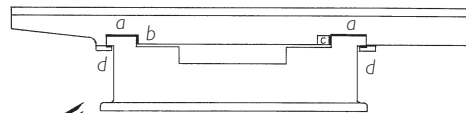

Abb. 2
2) Vorbearbeitung der Beschichtungsflächen erfolgt durch Schrupphobeln oder Schruppfräsen, so daß die in Abb. 2 skizzierte Oberfläche entsteht. Beim Schruppfräsen soll sinngemäß eine ähnliche Oberfläche durch kreisförmige Riefenform erzeugt werden. Theoretische Schichtdicke über den Riefenspitzen soll mindestens 1 mm betragen.